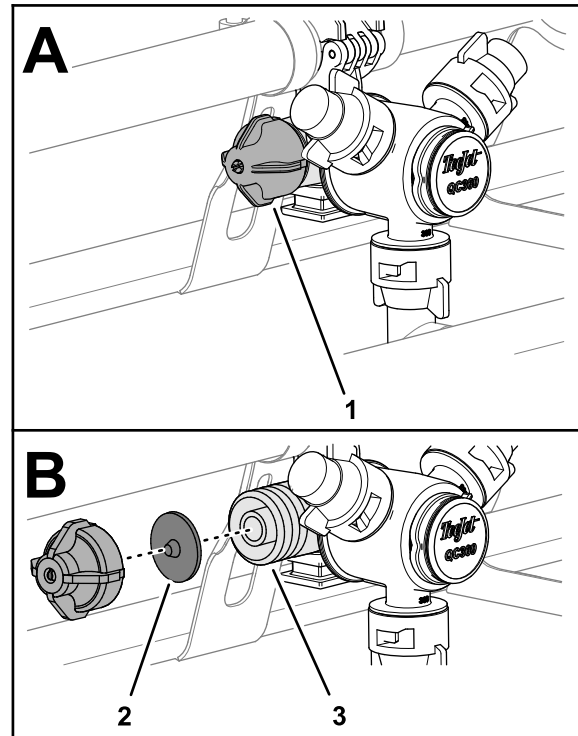

Figura 32
1. Rotii capacul diafragmei în sens invers acelor de ceasornic și îndepărtați capacul de la corpul duzei (Figura 32).
2. Îndepărtați diafragma supapei de reținere de la capac sau corpul duzei (Figura 32).
3. Curățați cu apă curată capacul, diafragma și corpul duzei (Figura 32).
4. Montați diafragma la capac cu proeminența diafragmei spre capac (Figura 32).
5. Montai capacul i diafragma pe corpul duzei i strângerii manual (Figura 32).